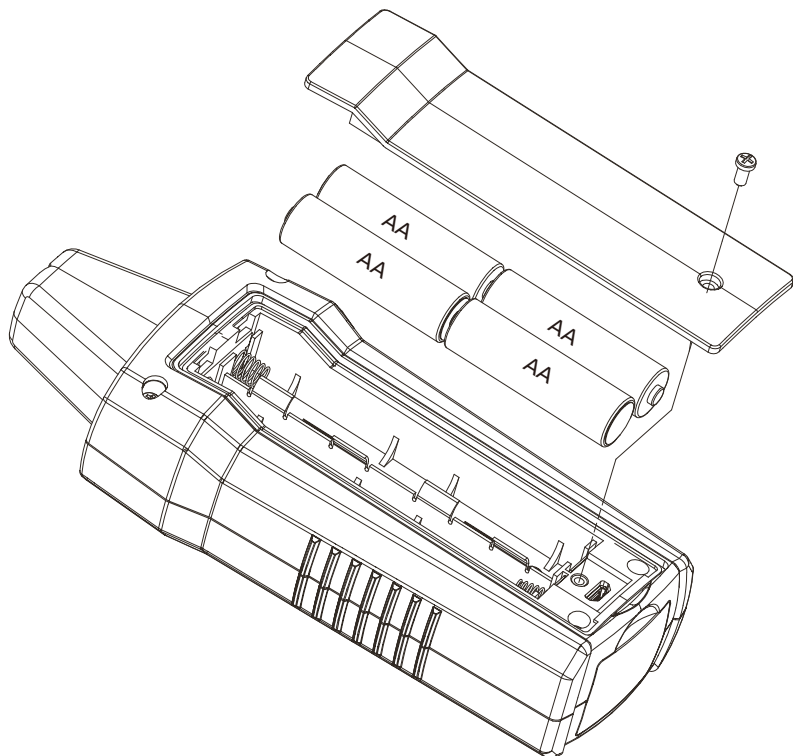

图5.1: 更换接收器电池
4. 如图 5.1 所示更换电池。观察电池槽中所示的电池电极。